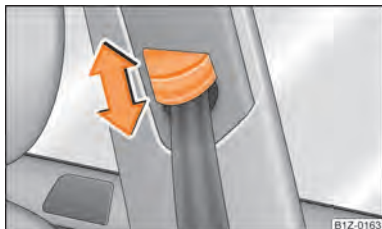

Fig. 120 Siège avant : Réglage de la hauteur des ceintures
- Poussez et tirez la ferrure d'inversion dans la direction souhaitée vers le haut ou vers le bas ⇒ fig. 120.